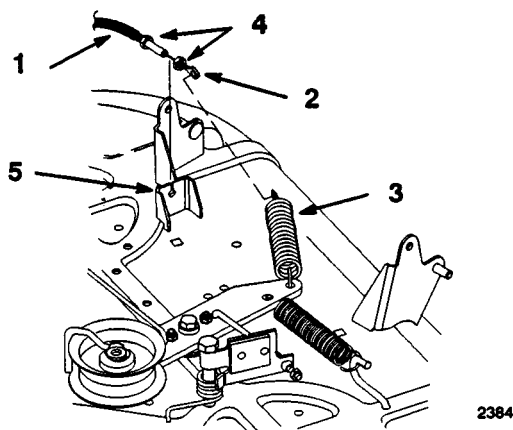

Fig. 46
10. Togliere il primo controdado ed infilare il secondo controdado a fondo sul cavo di comando della lama (presa di forza). Fare avanzare il cavo attraverso l'asola nella staffa del piatto di taglio, ed infilare il secondo controdado sul cavo (Fig. 46).
11. Agganciare l'estremità del cavo di comando della lama (presa di forza) nella molla di rinvio (Fig. 46).